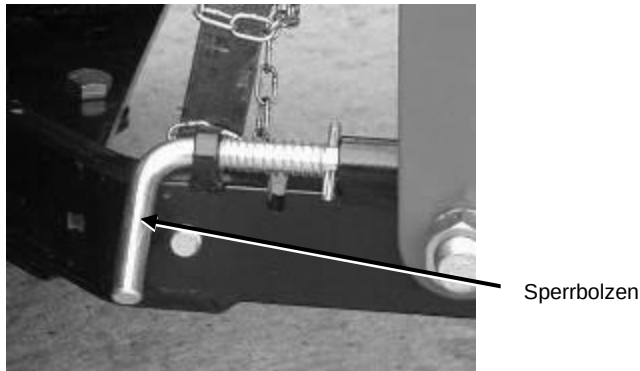

Bild 36: Sperrbolzen (verriegelt)
8. Verriegeln Sie die Sperrbolzen (siehe Bild 36).